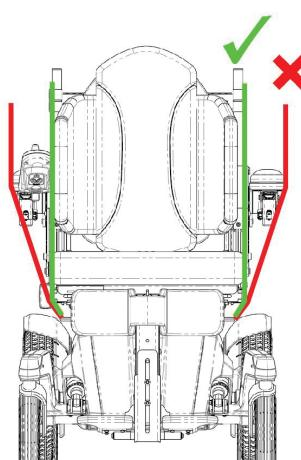

Figura 5.1 Posicionar as correias de elevação
**Magic 360, Frontier V6 e V4:** Os anéis de fixação podem ser utilizados para levantar a sua cadeira de rodas elétrica sem ocupante. Os anéis de fixação estão assinalados a vermelho nas Figuras 5.2. É muito importante garantir que as correias de elevação passam pelo interior dos apoios para os braços e não tocam em qualquer outra parte que possa exercer uma carga excessiva quando levantar a cadeira de rodas elétrica. A posição ideal da correia é indicada na Figura 5.1.